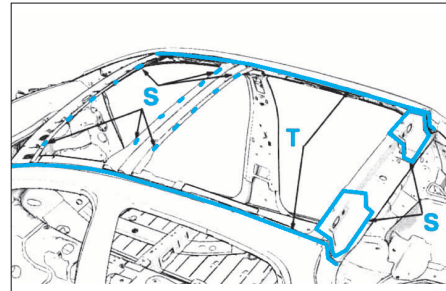

FIG. 72
- Apposer de la colle aux endroits indiqués en S et T (Fig.72).